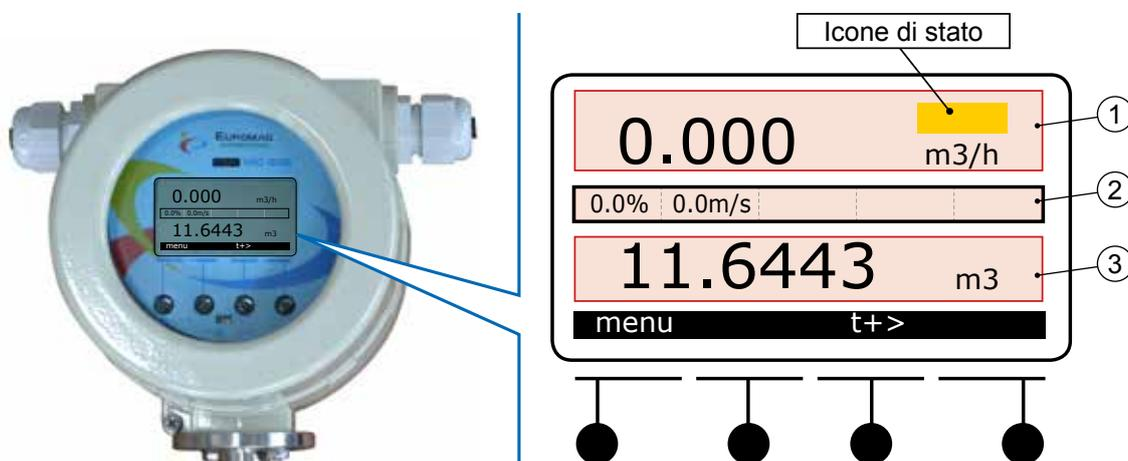

Fig. 44 Descrizione display
Con riferimento alla Fig. 44, il display del convertitore è suddiviso in 3 aree principali.
- L'area in alto (1, Fig. 44) contiene i simboli per le informazioni sullo stato, con indicazione della durata della batteria (MC608B e MC608R), indicazione di alimentazione (MC608A) o indicazione di alimentazione e ricarica batteria (MC608R), più i simboli di allarme e lettura istantanea della portata del flusso (per maggiori informazioni sulle icone visualizzabili e sui i relativi significati vedi paragrafo "5.2.2 Identificazione e descrizione icone di stato").
- L'area centrale (2, Fig. 44) contiene un grafico lineare della portata mostrato in percentuale rispetto alla portata del flusso fondo scala.
- L'area in basso (3, Fig. 44) può essere selezionata dal cliente e le opzioni possibili sono: